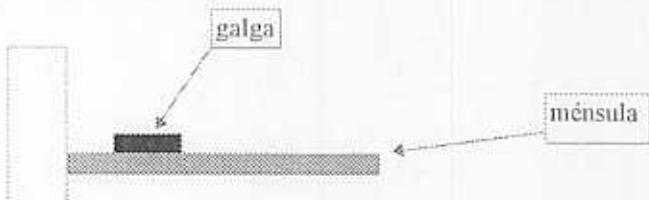

Figura 1
- (e) Diseñe un amplificador de instrumentación basado en tres amplificadores operacionales que conectado convenientemente tras un puente de Wheatstone alimentado con 5 v , permita obtener un rango de salida de 0 a 5 v cuando se aplica un esfuerzo de 0 a 120 Kg/cm^2 sobre la ménsula de la Figura 1. Represente el montaje final completo con los valores de los componentes, las magnitudes de medida y el conexionado de las galgas.